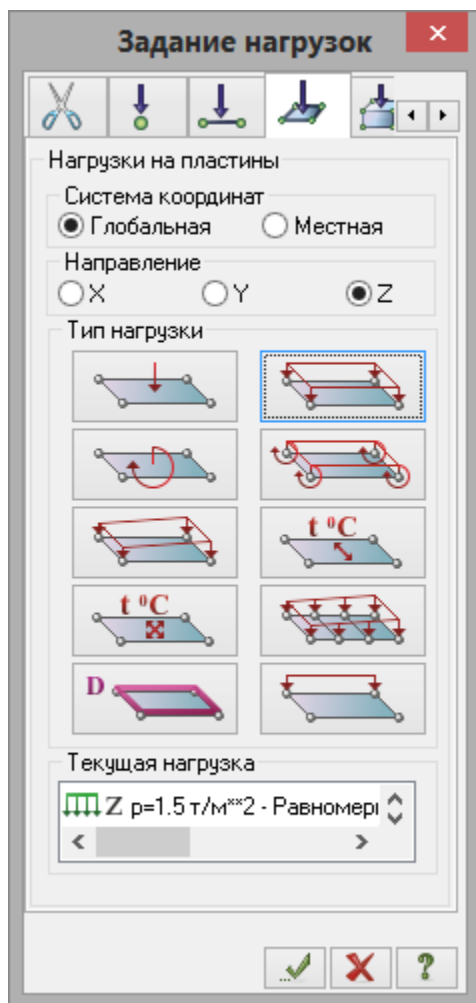

Рис.4.21. Диалоговое окно **Задание нагрузок**
- Вызовите диалоговое окно **Задание нагрузок** на закладке **Нагрузки на пластины** (рис.4.21) выбрав